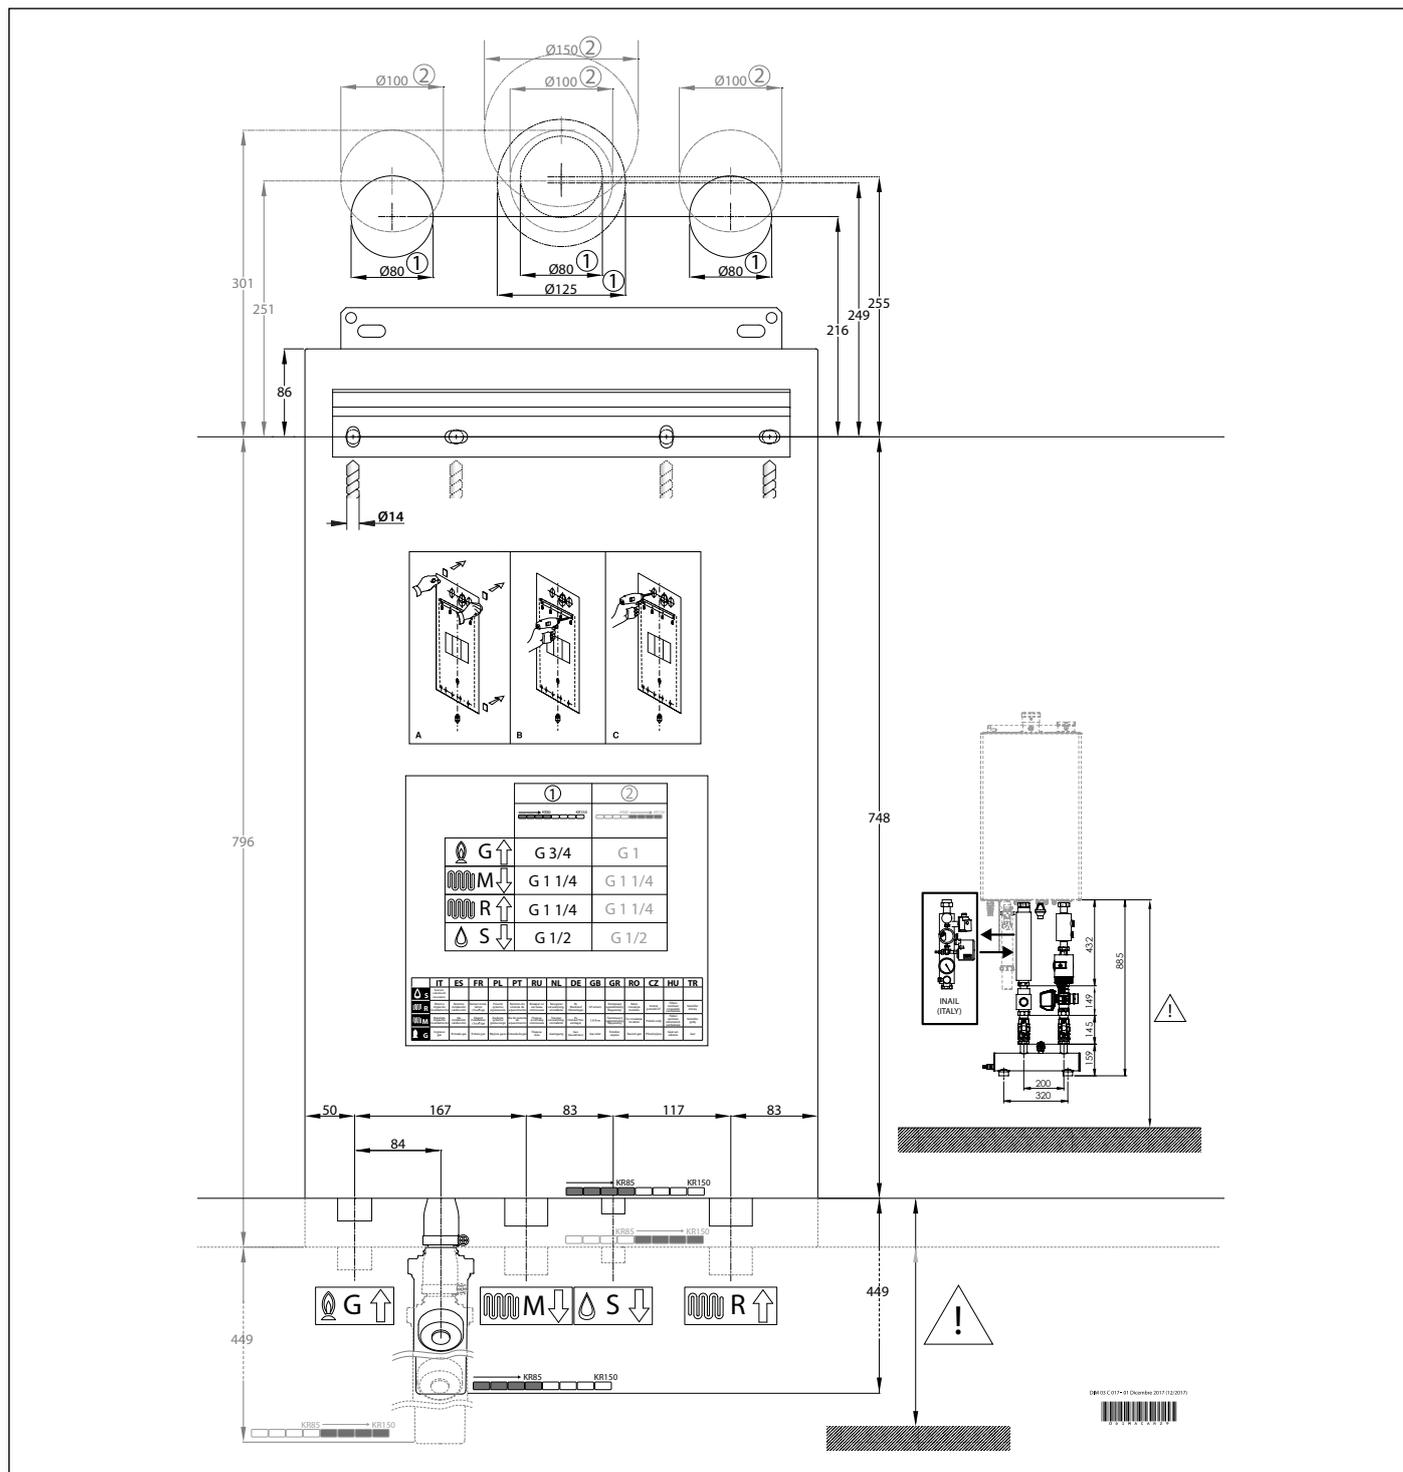

Рис. 7 Паперовий шаблон.
- Монтажний паперовий шаблон (див. Рис. 7 Паперовий шаблон.).
Кожний котел забезпечений спеціальним паперовим шаблоном, що знаходиться в упаковці (див. Рис. 7 Паперовий шаблон.). Шаблон дозволяє забезпечити правильне розташування труб, підключених до системи центрального опалення і газової мережі, а також каналів повітрязбірника і випуску димового газу, під час реалізації водяної системи і перед монтажем бойлера. Цей шаблон виготовлений з міцного паперового листа, який, за допомогою рівня, кріпиться на стіну, призначену для установки котла.